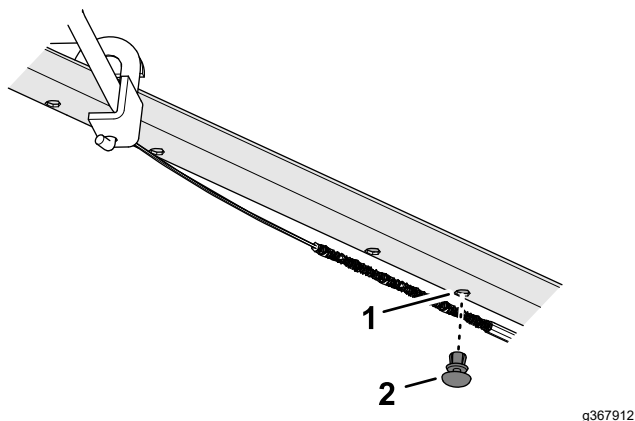

Figure 12
1. Insérez la fixation enfichable dans le trou de la partie supérieure du guidon, comme montré à la Figure 12.